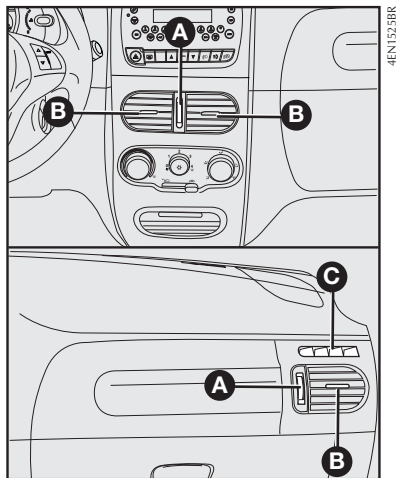

fig. 59
## DIFUSORES ORIENTÁVEIS E REGULÁVEIS - fig. 59
**C** - Difusor fixo para os vidros laterais **fig. 59.**